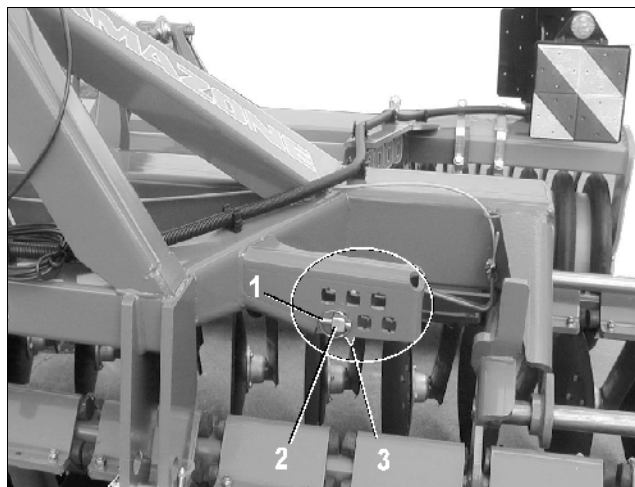
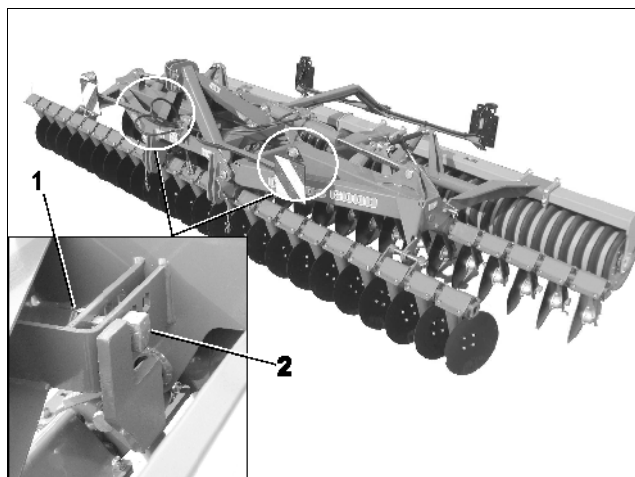

Рис. 17
Рис. 18
Catros 3001, 4001: Рис. 17
Catros 4001-2 до 6001-2: Рис. 18
- Отсоедините палец с пружинной защелкой (Рис. 17/3 и Рис. 18/1).
- Эксцентриковый палец (Рис. 17/2 и Рис. 18/2) установите в необходимое посадочное место.
Рекомендуемое место установки обозначено стрелкой (Рис. 17/3).